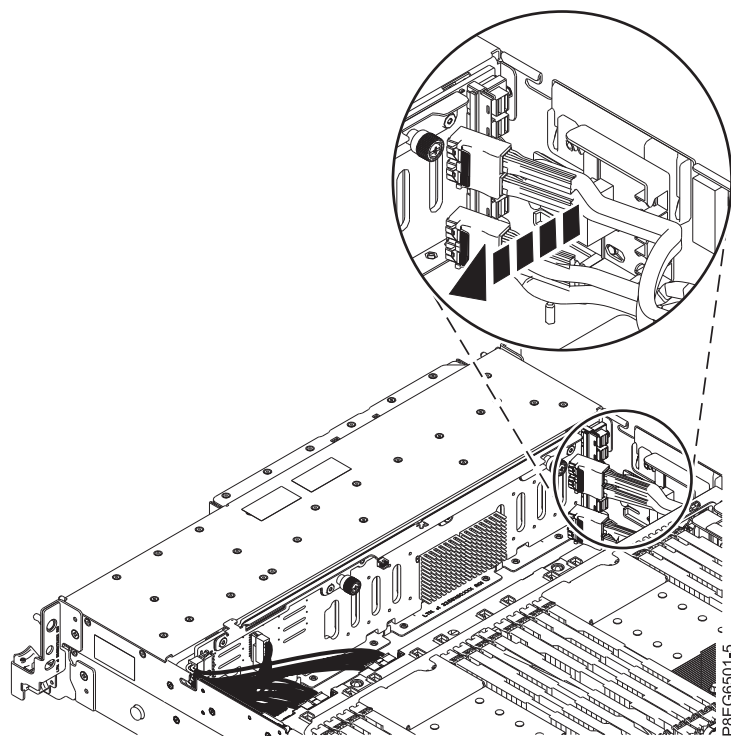

図 15. SAS ケーブルの切り離し
4. 19 ページの図 15 に示すように、システム・シャーシの側面にあるケーブル・ガイドから前面 SAS ケーブルを切り離します。